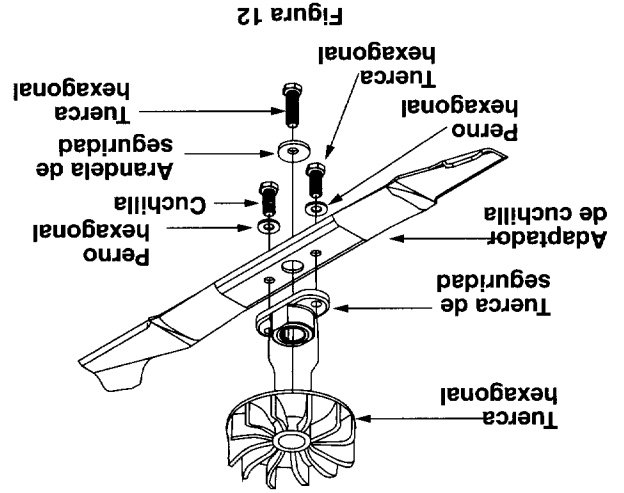

Figura 12
- Al reemplazar la cuchilla, asegúrese de instalar la cuchilla con el lado de la cuchilla marcada "Bottom" ("Fondo" (o con el número de pieza) enfrentado al suelo, cuando la cortadora esté en la posición de operación. Asegúrese también de seguir el orden correcto según se muestra en la figura 12.
- Usar una llave de caja o de extremo abierto de 9/16", extraiga el perno central y la arandela de seguridad que mantienen la cuchilla en el eje del motor. Vea la figura 12.
- Extraiga los dos pernos pequeños, arandelas de seguridad y tuercas que mantienen la cuchilla en el adaptador. Vea la figura 12.
- Ensamble los pernos, las arandelas y las tuercas en el orden exacto de extracción. Vea la figura 12.